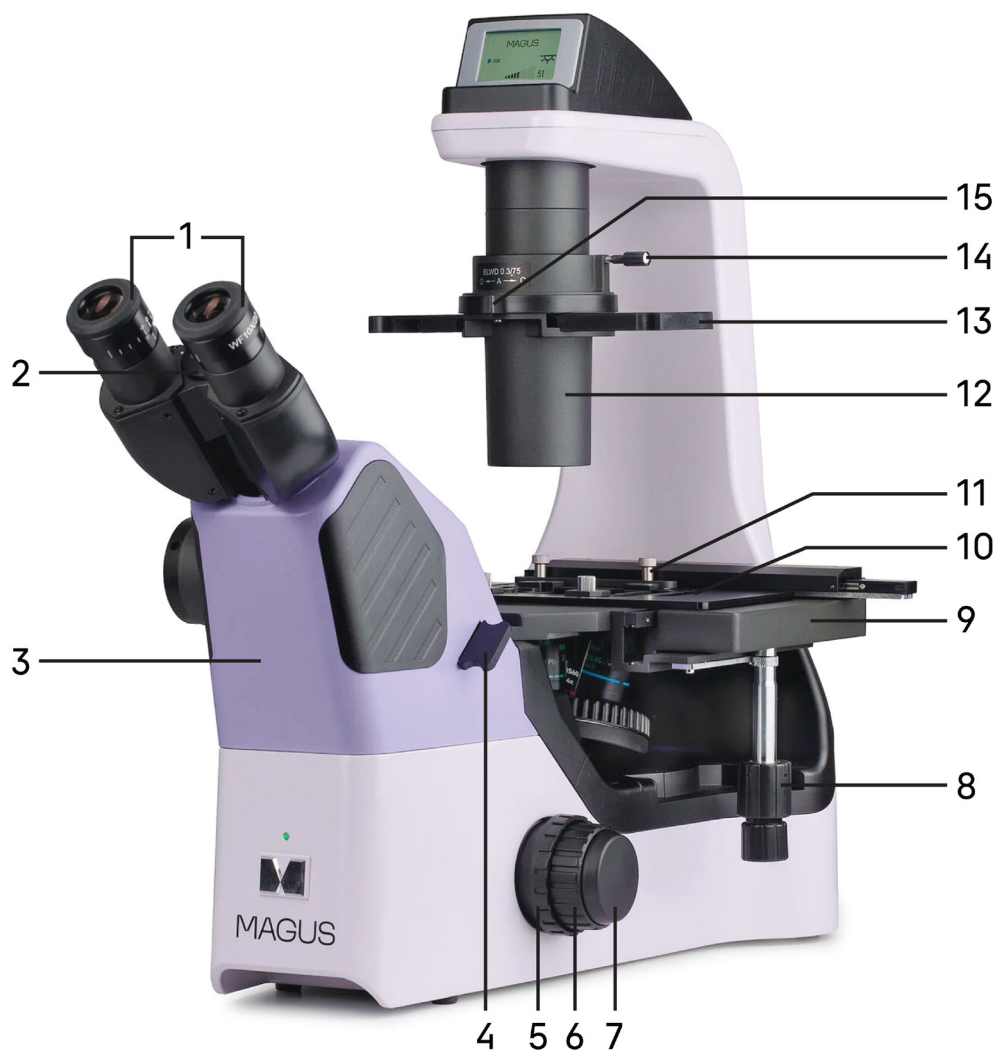
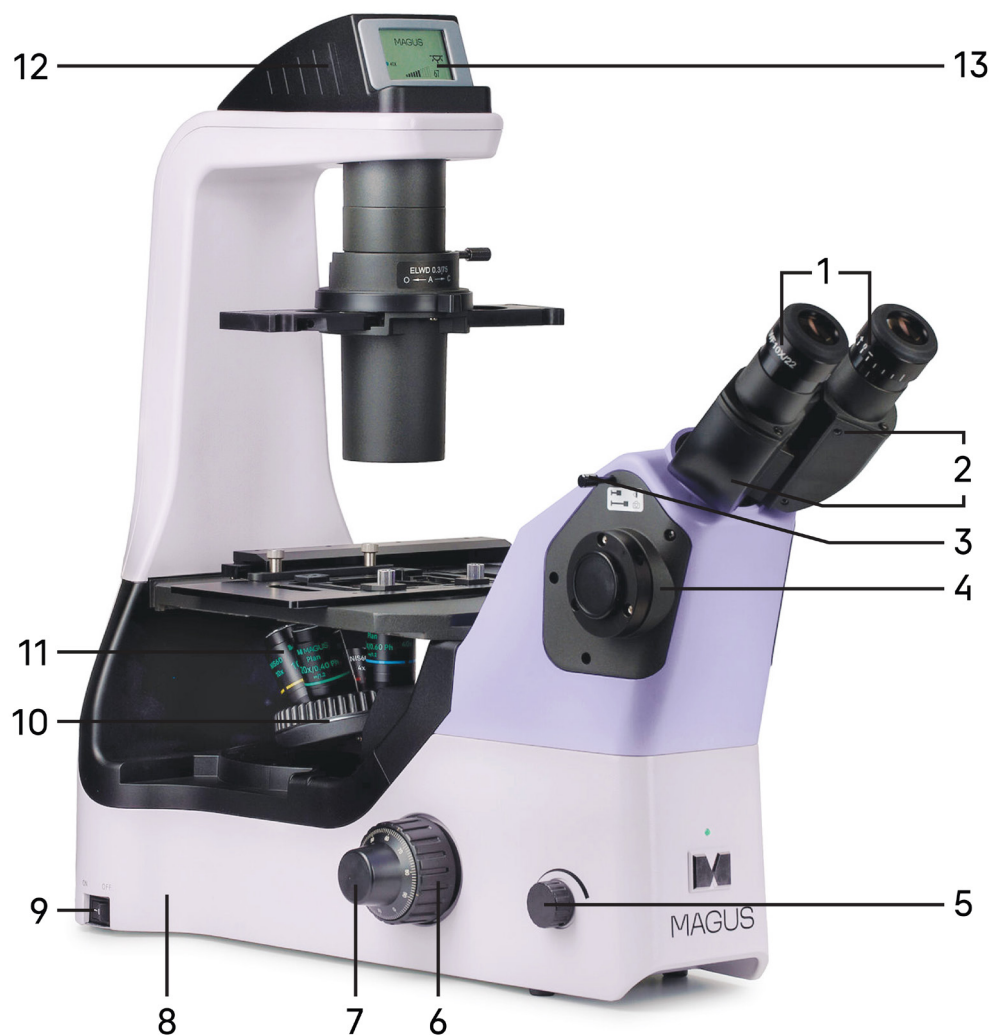

Рис. 1. Микроскоп MAGUS Bio V360. Вид справа
Рис. 2. Микроскоп MAGUS Bio V360. Вид слева
Общий вид микроскопа представлен на рис. 1 и 2.
Штатив имеет устойчивую эргономичную конструкцию. На штативе 8 (рис. 2) микроскопа закреплены:
- револьвер 10 (рис. 2) с объективами 11 (рис. 2);
- предметный столик 9 (рис. 1);
- конденсор 12 (рис. 1);
- осветитель 12 (рис. 2);
- визуальная насадка 3 (рис. 1);
- ЖК-экран 13 (рис. 1) (встроен в осветитель).
На левой боковой поверхности штатива расположены ручка управления системой освещения 5 (рис. 2) и выключатель электропитания сетевого напряжения 9 (рис. 2). В положении «—» включается, а в положении «0» выключается сетевое напряжение.
Фокусировка на объект осуществляется перемещением по высоте револьверного устройства 10 (рис. 2) с объективами 11 (рис. 2). Грубая фокусировка производится вращением коаксиальных рукояток 6 (рис. 1, 2), расположенных по обеим сторонам штатива.
Тонкая фокусировка производится вращением рукояток 7 (рис. 1, 2), расположенных по обеим сторонам штатива. Одна из ручек плоская, вторая объемная. Магнитное крепление рукояток позволяет поменять их местами для удобства пользователей – под правую и левую руки. Тонкая фокусировка требуется для более точного фокусирования на объект и для подфокусировки микроскопа на резкость изображения при смене объективов и препаратов.
Механизм регулировки жесткости хода грубой фокусировки 5 (рис. 1) – кольцо между штативом и рукояткой грубой фокусировки с правой стороны. С помощью кольца регулируется жесткость хода грубой фокусировки так, чтобы жесткость была комфортной для пользователя, но при этом револьвер с объективами не опускался самопроизвольно во время работы.
Бинокулярная визуальная насадка 3 (рис. 1) обеспечивает визуальное наблюдение изображения объекта.
Насадка закреплена на штативе 8 (рис. 2). В гнездо насадки устанавливается блок окулярных тубусов 2 (рис. 2). Тубусы можно вращать вокруг оси на 360°, изменяя высоту взгляда для удобства пользователей разного роста.
Изменение межзрачкового расстояния в насадке осуществляется разворотом окулярных тубусов 2 (рис. 2) в пределах 48–75 мм. Значение расстояния, установленного в соответствии с глазной базой наблюдателя, отсчитывается по шкале 2 (рис. 1) на насадке.
В боковой канал визуализации 4 (рис. 2) с помощью переходника C-mount устанавливается камера (видео-окуляр). Переключение светового потока на боковой канал визуализации производится рукояткой 3 (рис. 2).
В комплект микроскопа входят окуляры 1 (рис. 1). Окуляры имеют высокое положение выходного зрачка и предназначены для работы как в очках, так и без них.
Револьверное устройство 10 (рис. 2) обеспечивает установку четырех объективов. Смена объективов производится вращением револьверного устройства за конусную рифленую поверхность до фиксированного положения.
Объективы 11 (рис. 2) рассчитаны на оптическую длину тубуса «бесконечность». Парфокальная высота объективов составляет 60 мм, линейное поле зрения в плоскости изображения – 22 мм. Объективы с увеличенным рабочим расстоянием скорректированы на толщину дна посуды 1,2 мм.
Осветитель 12 (рис. 2) неподвижно закреплен в штативе микроскопа. Источник света – светодиод 3 Вт.
Важная часть осветительной системы – конденсорное устройство. Конденсор 12 (рис. 1) закреплен на штативе. Конденсор рассчитан на работу с посудой высотой до 75 мм. При снятом конденсоре возможно проводить исследования в посуде высотой до 187 мм.
Конденсор может быть использован для наблюдения по методу светлого поля и фазового контраста, опционально – по методу рельефного контраста или модуляционного контраста Хоффмана. В конденсоре есть слот для установки слайдера фазового контраста. Фазовый слайдер 13 (рис. 1) имеет свободное отверстие и фазовую вставку для объективов.
Ирисовая апертурная диафрагма располагается под слотом для фазового слайдера. Раскрытие апертурной диафрагмы осуществляется рукояткой 15 (рис. 1). Диафрагма позволяет настроить определенную апертуру для работы с объективами светлого поля.
Предметный столик 9 (рис. 1) неподвижно закреплен на штативе. На столике установлено устройство перемещения образца в двух взаимно перпендикулярных направлениях. Перемещение осуществляется с помощью рукояток 8 (рис. 1), расположенных на одной оси.
На осветителе микроскопа установлен ЖК-экран 13 (рис. 2). Экран отображает увеличение объектива, яркость источника света, режим работы («сон», «эко», «блокировка»). С помощью экрана и ручки управления системой освещения 5 (рис. 2) кодируется револьвер, настраивается яркость, блокируется регулировка яркости, выставляется режим сна и таймер автоотключения.